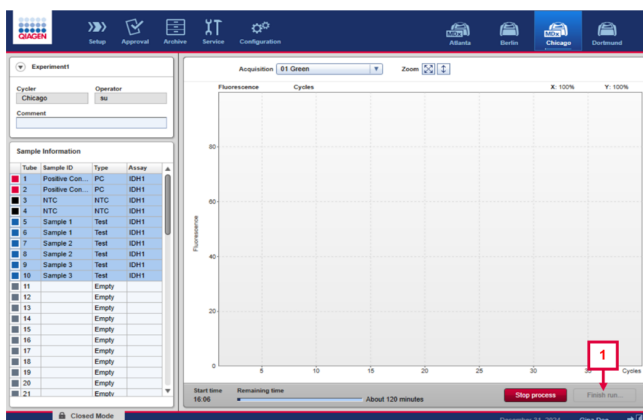

Figure 14. Exemple de fenêtre « Cycler Environment ». L'encadré 1 présente le bouton **Finish run**.
13. Une fois l'analyse terminée, cliquez sur **Finish run** (Terminer l'analyse) pour valider et approuver l'analyse (Figure 14, indiqué par l'encadré 1).